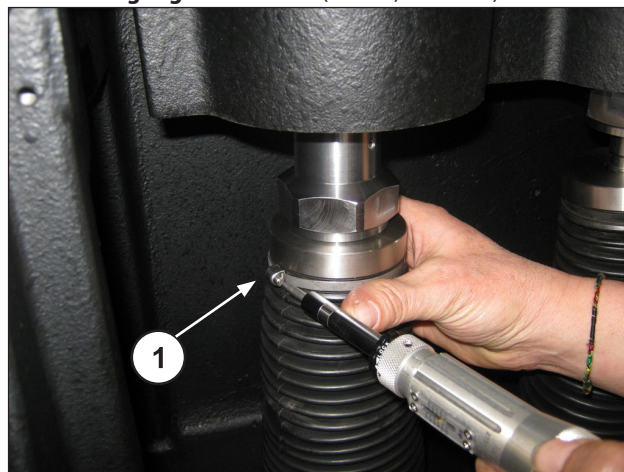

Abb. 164
Die erneute Positionierung des Faltenbalgs auf dem Spritzschutz und das Anziehen der Schelle zur Faltenbalg-Fixierung erfolgen im Anschluss an die Montage des Kopfs und **Befestigung des Kolbens** (Pos. ①, Abb. 164).